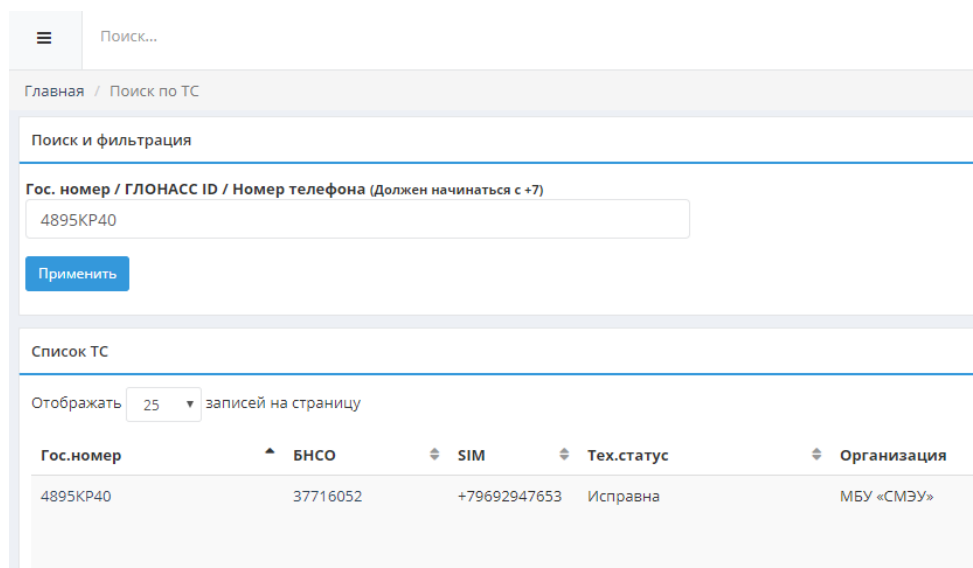

Рисунок 4 – Результат поискового запроса
- в поле ввода поискового запроса указать требуемое значение, нажать на клавишу «Enter» и просмотреть результаты выполнения запроса (рисунок 4).